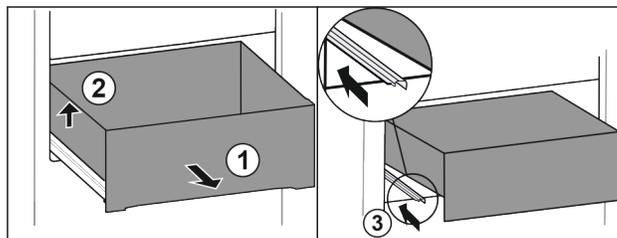

Fig. 89
- ▶ Tirer le tiroir jusqu'en butée. Fig. 89 (1)
- ▶ Soulever le tiroir sur la gauche. Fig. 89 (2)
- ▶ Rentrer le rail de gauche. Fig. 89 (3)